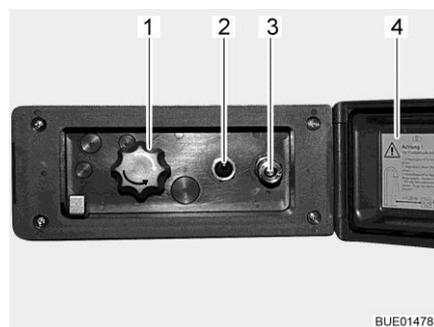

Fig. 128 Conexión de ducha exterior
- Desbloquear y abrir la tapa (Fig. 128,4).
- Conectar la manguera de la ducha exterior al cierre rápido (Fig. 128,3).
- Encender la bomba de agua con el interruptor (Fig. 128,2).
- Ajustar la temperatura del agua con el botón giratorio (Fig. 128,1) según se desee.
- Apagar la bomba de agua con el interruptor (Fig. 128,2).
- Cerrar la tapa (Fig. 128,4) y bloquearla con la llave.
- Poner el botón giratorio (Fig. 128,1) en la posición central.